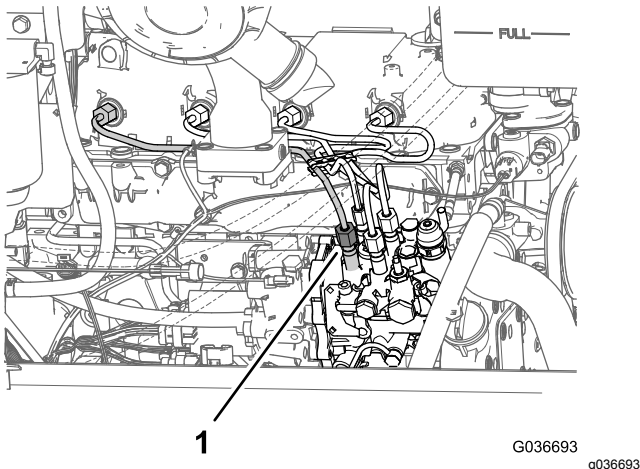

Figura 47
1. Desaperte a porca do tubo para o injetor de combustível n.º 1 do cilindro na bomba de injeção (Figura 47).